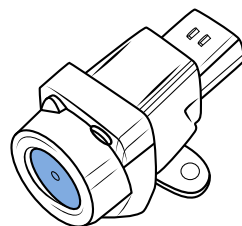

Figure 12 - Détecteur d'impact
2. Localisez le détecteur d'impact situé sur le tablier du véhicule et appuyez sur le bouton (**Figures 12 et 13**).